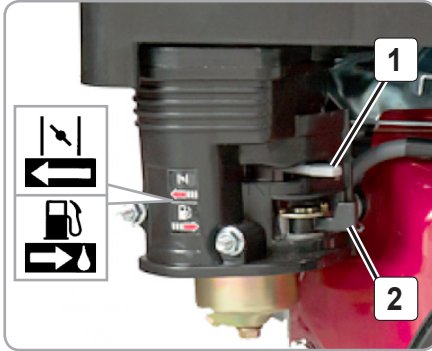

Fig.11
- Rotiți întrerupătorului motorului pe poziția POR-NIT (fig.11).